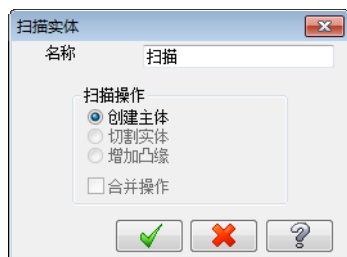

图 7-18 “扫描实体”对话框
- 04 根据系统提示，选取螺旋曲线作为扫描轨迹。系统弹出“扫描实体”对话框，如图 7-18 所示，单击对话框中的“确定”按钮，即可完成扫描实体的创建操作，结果如图 7-19 所示。